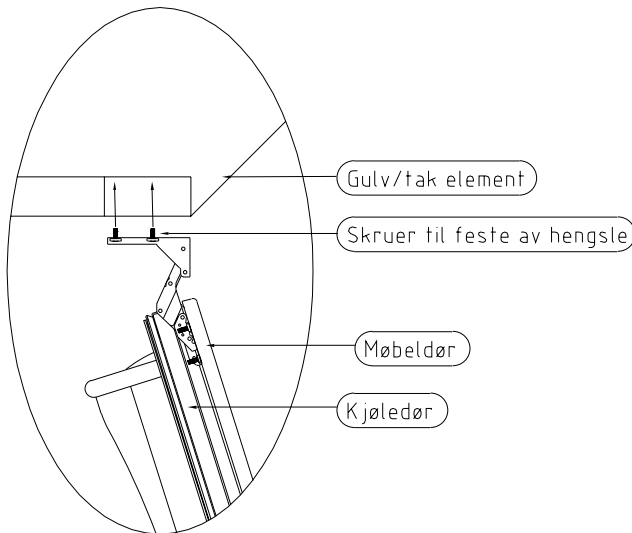

Fig 5
3. Dør til skrog. Skru først ut festeskruer for hengsler som står skrudd fast i gulv og tak på valgt hengsleside med vedlagt umbrakonøkkel. Åpne hengslene som er montert på kjøledør. Døren holdes i åpen stilling, mens hengleskruene tres gjennom hull i hengsler og skrues inn til (ikke helt fast) i gulv og tak - se fig. 5. **NB! Dersom du monterer alene, bygg en støtte under kjøledør i riktig høyde for hengsle og la døren hvile på denne mens du skrur i hengslene.**